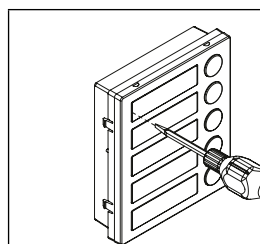

Fig. 5
- Inserire il cacciavite (lato piatto della lama) nell'apposita fessura del porta cartellino come mostrato in Fig. 5;